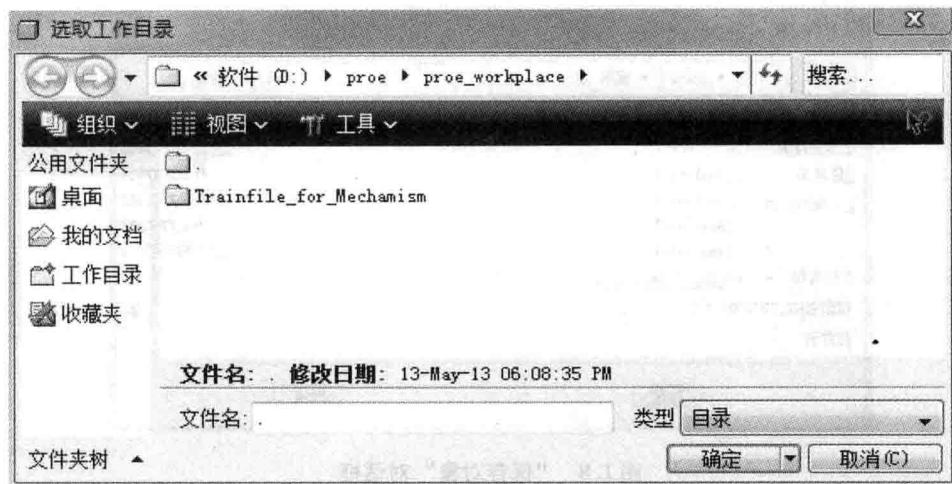

图 1.7 “选取工作目录”对话框
①单击“文件”→“选取工作目录”命令，弹出“选取工作目录”对话框，如图 1.7 所示。
②单击“ \downarrow ”按钮，选择需要的目录，如：E:\work。
③单击“确定”按钮设置完毕。文件将默认存储在该目录下。